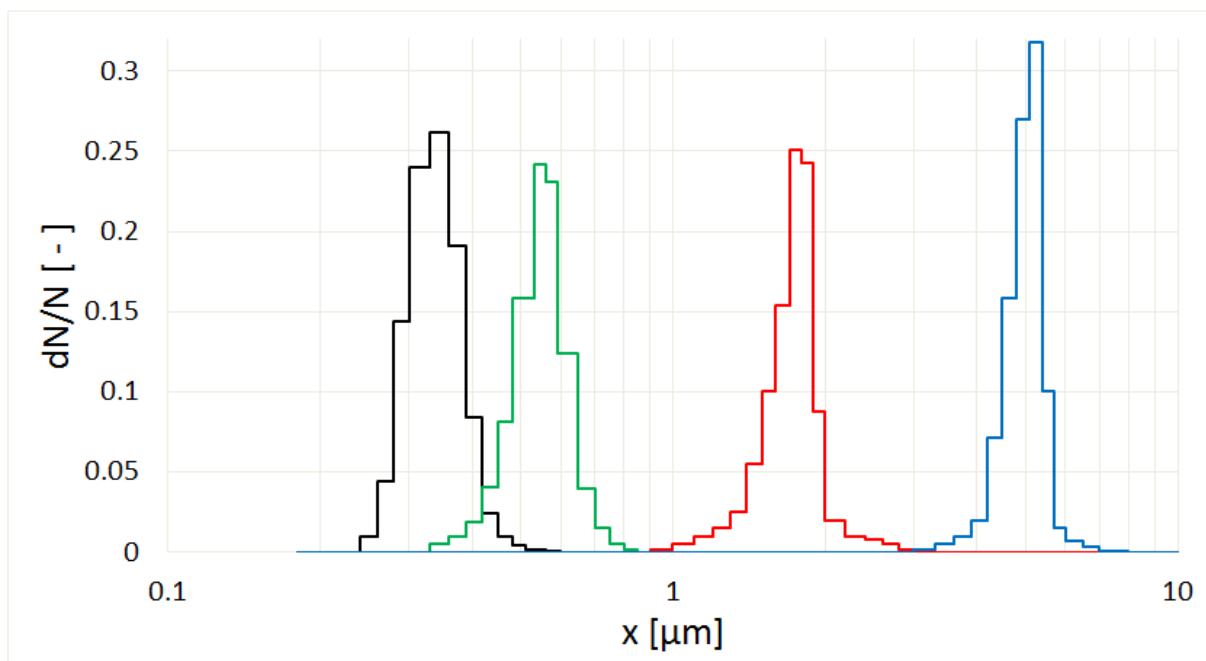

Abb. 3: Monodisperse Partikelgrößenverteilungen
1. Temperaturänderung im Verdampfer (Abb. 3)
2. Bypass um den Verdampfer (Abb. 3)
3. Bypass um die Kernquelle (Abb. 3)